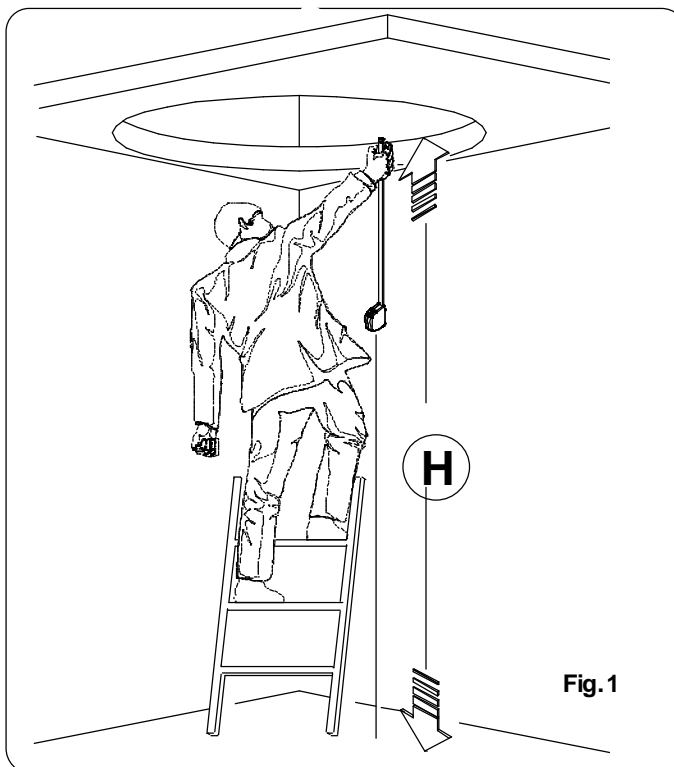

Fig.1
- Rilevare la misura dell'altezza da pavimento superiore a pavimento inferiore "H". (Fig. 1)
- Measure the "H" height from the top ceiling to the bottom floor. (Fig. 1)
- Mesurer la hauteur entre le plancher supérieur et le plancher inférieur H. (Fig. 1)
- Determine la distancia del pavimento superior al pavimento inferior, "H". (fig. 1)